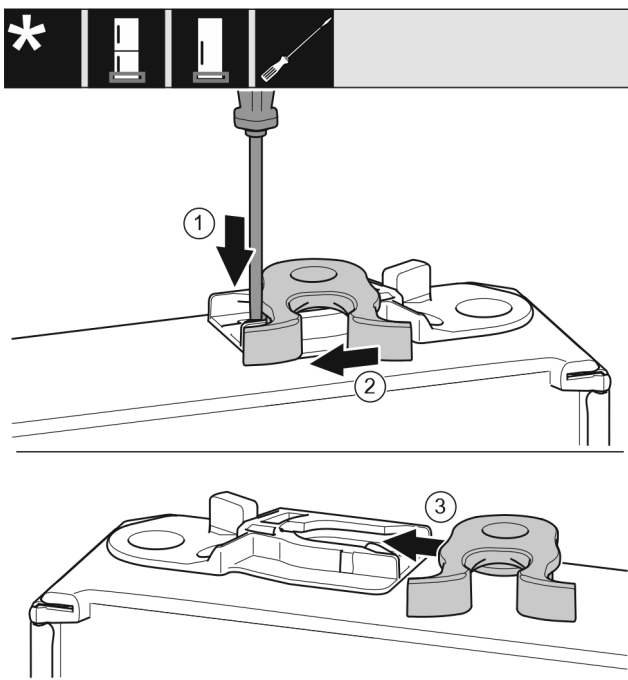

Fig. 18
- Lasche Fig. 18 (1) mit Schlitzschraubendreher nach unten drücken.
- Schließhaken Fig. 18 (2) aus Führung ziehen.
- Schließhaken Fig. 18 (3) auf anderer Seite in Führung schieben.